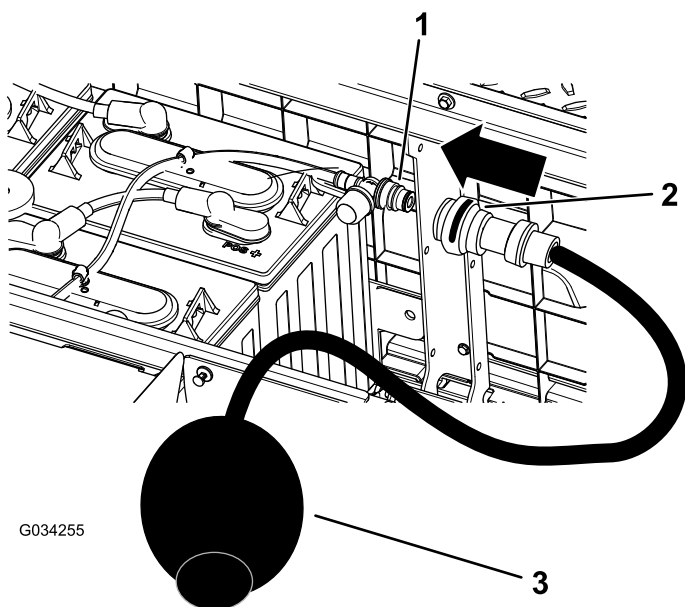

Figura 37
4. Conecte a bomba manual de água da Toro à porta de enchimento de água (Figura 37).